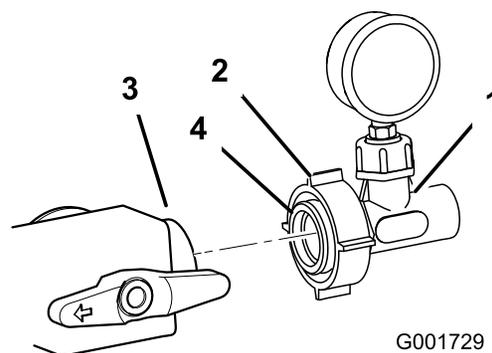

図 14
13. アダプタに入っている O リングを、非石油系の潤滑剤（たとえば植物油）を使って潤滑する（図 14）。
14. 水圧計アセンブリを、先ほど取り付けた制御バルブの開口部に取り付ける（図 14）。プラ